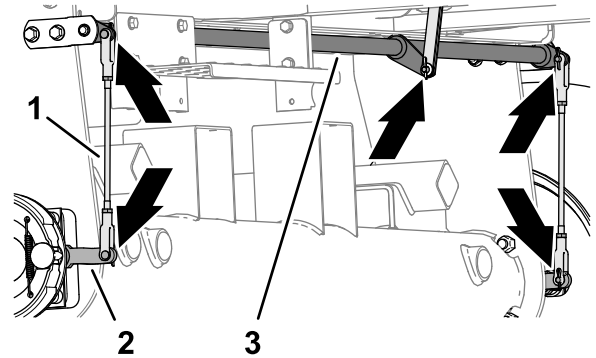

Figura 71
1. Inspeccione los conjuntos de varilla de freno derecho e izquierdo (Figura 71) en busca de daños o desgaste.
2. Inspeccione el eje de articulación del freno (Figura 71) en busca de daños o desgaste.